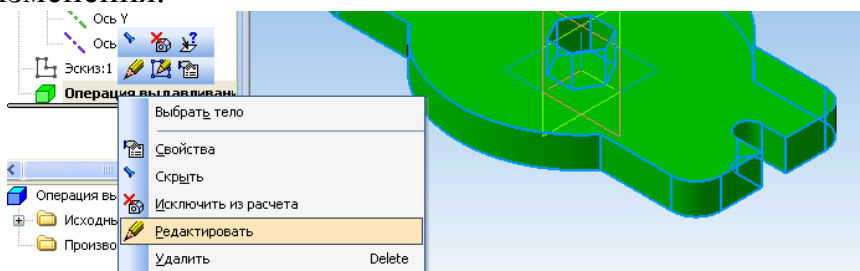

Рис. 12.
**Примечание:** для того, чтобы изменить толщину детали необходимо отредактировать операцию выдавливания. Для этого в дереве построения правой кнопкой мыши щелкните по операции выдавливания и из контекстного меню выберите команду *Редактировать* (рис. 12). Измените толщину детали и нажмите кнопку *Создать объект* . Не забудьте сохранить изменения.